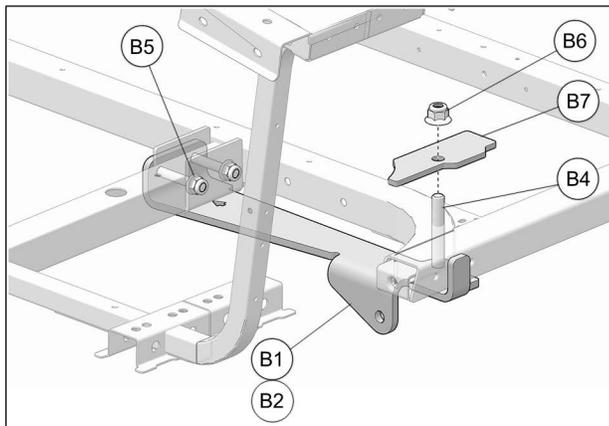

Fig. 10
8. Glisser la plaque supérieure (**B7**) sur le boulon M10x70mm (**B4**) et fixer l'ensemble au châssis du véhicule avec l'écrou M10 (**B6**). Serrer les écrous M8 (**B5**) à 50 Nm [37 lb•pi] et l'écrou M10 (**B6**) à 70 Nm [52 lb•pi]. Voir la Fig. 10